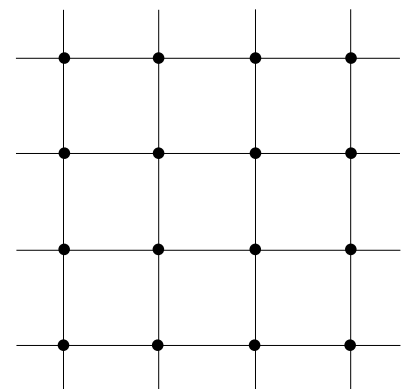

Figura 5
3. Después de que se logre colocar los puntos con exactitud, aumente el tamaño de los mismos dejando pasar más material por la brocha neumática y aumentando la distancia al papel. Ver la Figura 5.